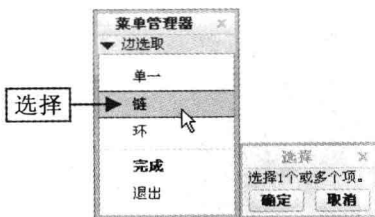

图 8-73 选择“链”选项
Step 03 弹出“边选取”菜单管理器和“选择”对话框，选择“链”选项，如图 8-73 所示。